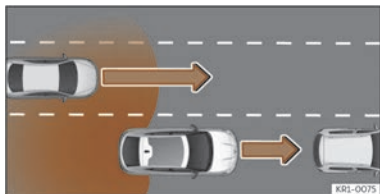

Fig. 131 Dépassement en présence de trafic à l'arrière du véhicule.
- Lorsque le véhicule est dépassé par un autre véhicule >>> **fig. 131**.